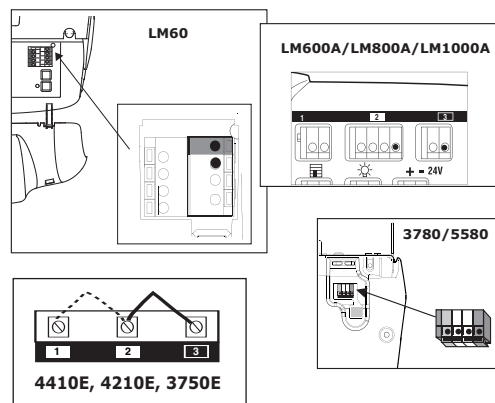

FIGUR 6
- Monter sensorerne i beslaget vist på figur 6. Spænd kun vingemøtrikken med fingrene, for senere at kunne efterjustere. Efter endt justering spændes vingemøtrikken godt fast.
- Før ledningerne fra begge sensorer til åbneren, som vist i figur 6. Benyt isolerede ledningsklammer, for at fastgøre ledningen til væggen og loftet.